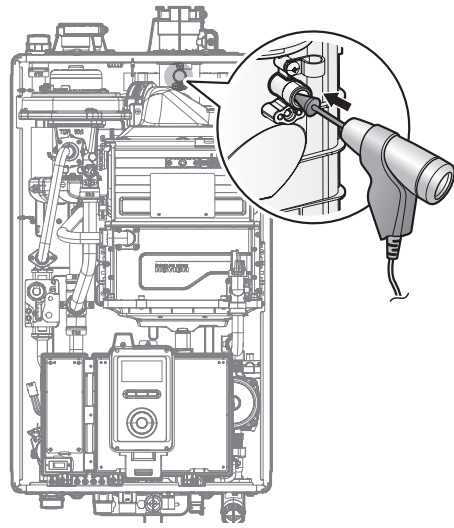

Figure 7. Insertion de l'analyseur
- Desserrez la vis, tournez la plaque et retirez le joint d'étanchéité pour accéder au port de surveillance des émissions, comme illustré à la figure 7.
- Insérez l'analyseur dans le port (figure 7).